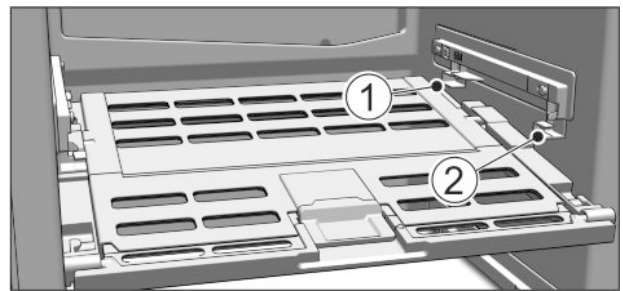

Fig. 15
- ▶ Colocar la tapa del cajón para conservación de frutas y verduras: introduzca los nervios de la tapa desde abajo en el soporte trasero Fig. 15 (1) y encájelos por delante en el soporte Fig. 15 (2).